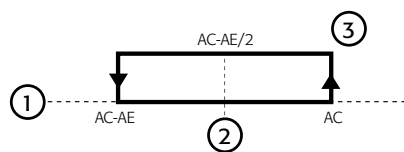

Fig. 4.I
- Indica a ultrapassagem do limite entre Ac e AE (derivado do calculo:  $Ac-AE/2$ , ver Fig. 4.I);
- Indica a ultrapassagem do set point de temperatura Ac (ver Fig. 4.I);